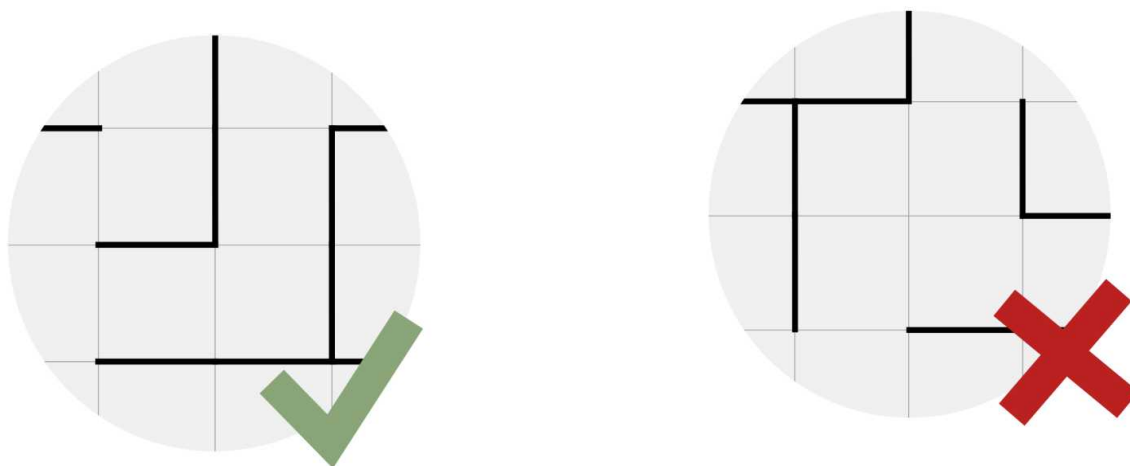

Рис. 2. К п. 2.2.3: а) допустимая конфигурация стенок; б) недопустимая конфигурация стенок – внутри квадрата из четырёх ячеек нет ни одной стенки.
2.2.3. внутри любого квадрата из четырёх ячеек находится хотя бы одна стенка (см. рис. 2).